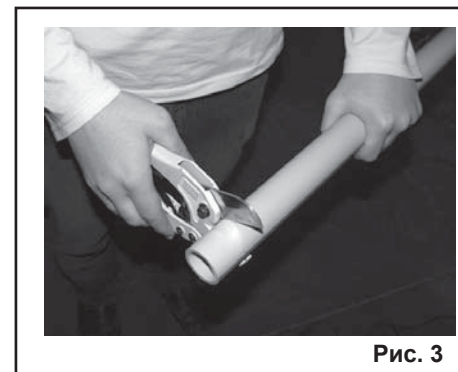

Рис. 3
8.4. Насадки необходимо устанавливать так, чтобы наружный диаметр насадки не выходил за поверхность нагревательного элемента. Насадки диаметром 40мм и более необходимо устанавливать на нагревательном элементе через отверстие (7).
9. ПОДГОТОВКА ТРУБЫ (Рис. 3)